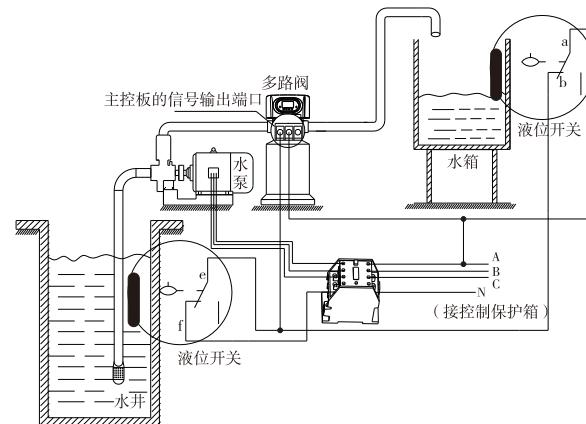

图3-6 通过水箱液位控制进水泵的接线图
3) 通过水箱液位开关控制进水泵（三相电机，图3-6）（设为b-01）